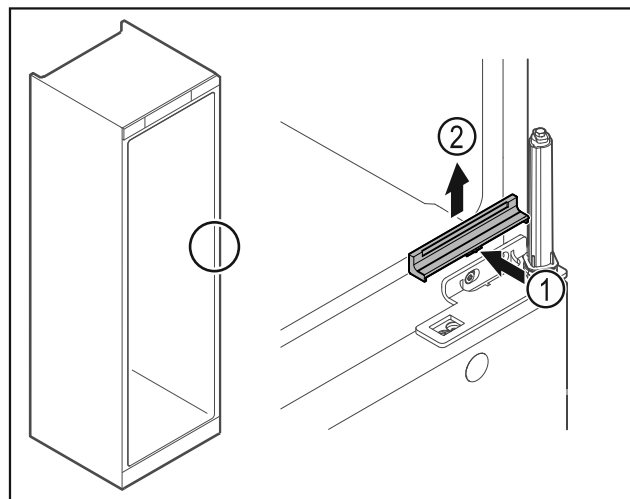

Fig. 31
- Finoman nyomja be a közepén a burkolatot Fig. 31 (1), és felfelé vegye le Fig. 31 (2).